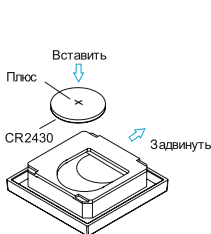

Рис. 1. Установка элемента питания.
- 3.2. Отсоедините кнопочный блок от рамки (Рис. 1). Извлеките защитную пленку из отсека с элементом питания CR2430. Если элемент не установлен, установите его, как показано на рисунке, соблюдая полярность. При замене элемента питания аккуратно сдвиньте его при помощи отвертки или другого предмета и извлеките из кнопочного блока.